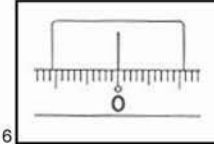

Рис.16
- 2) Наведитесь на точку А и вращайте лимб „9” до совмещения индекса с отсчетом 0°. (Рис.16)